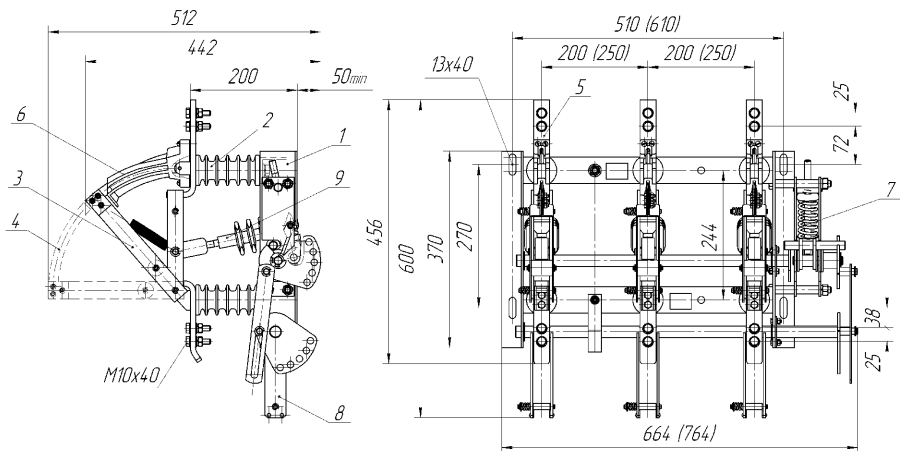

Рис. 1 Выключатель типа ВНА(II)-10/400(630)-20з УХЛ2
2.12. Габаритно-установочные, присоединительные размеры указаны на рис. 1,2
Выключатель нагрузки (рис.1) состоит из сварной рамы с валом, на которой установлены шесть опорных изоляторов. На трех изоляторах, расположенных в нижней части рамы, крепятся контактные ножи, а на остальных изоляторах, расположенных в верхней части рамы – главные и дугогасительные контакты.